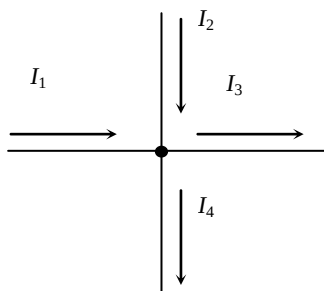

Рис. 1. 5
1.7. Какое из уравнений, составленных для схемы, показанной на рис. 1. 5, неверное?